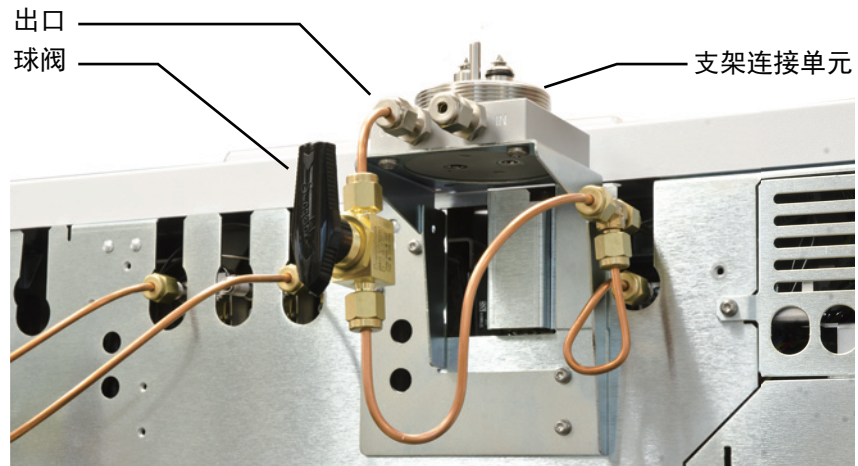

图 23. 球阀安装在支架连接单元上紧挨着出口连接的位置处
- 5 如果您有用于 7890 的气体净化载气工具包 (CP17988)，请在支架连接单元上紧挨着出口连接的位置处安装球阀，如图 23 所示。